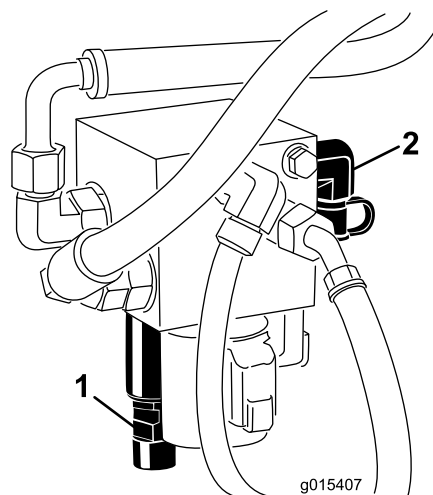

Figura 14
- Ligue o indicador de pressão à porta de teste, atrás do manípulo de elevação (Figura 14).
- Na parte da frente do coletor de elevação, retire a tampa da bobina de contrapeso do coletor (Figura 14).
5. Desaperte a porca de bloqueio na parte inferior da bobina de contrapeso (Figura 14).